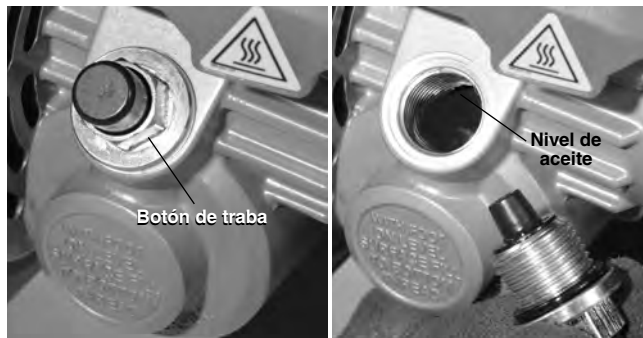

Figura 19 – Lubricación de la caja de cambios
sinfín y dañarían la sierra. No coloque demasiado aceite. Vuelva a instalar el conjunto de tapón de depósito de aceite/botón de traba (Figura 19).
2. Presione y mantenga oprimido el tapón del depósito de aceite/botón de traba, para trabar la cuchilla (vea la Figura 19).